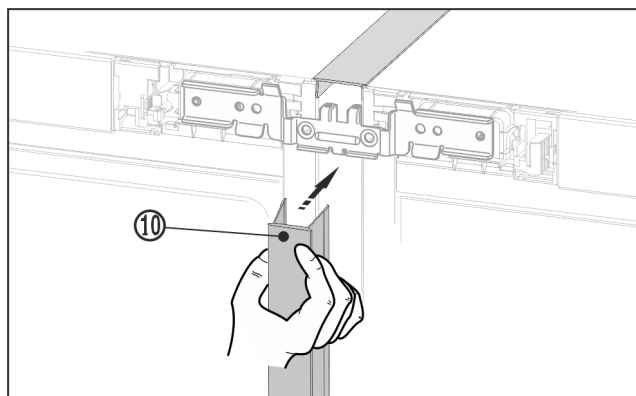

Fig. 28
- Sul lato anteriore premere il listello superiore Fig. 28 (10) lungo nella fessura verticale. Assicurarsi che il listello poggia sulla lamiera di collegamento.